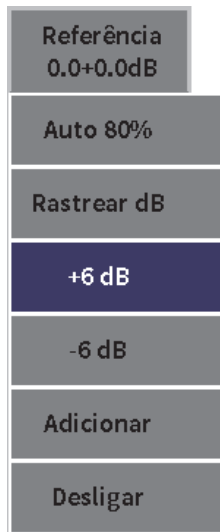

Figura 6-2 Botões de ganho de rastreamento
6. Pressione a tecla Enter para exibir os botões de ganho de rastreamento (veja Figura 6-2 na página 84).